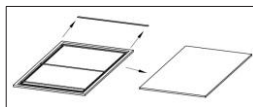

Fig.11
Busa penyangir karbon (saat dibutuhkan) (Fig. 11)
- o Lepaskan bracket yang ada di balik penyangir minyak. (Fig.11)